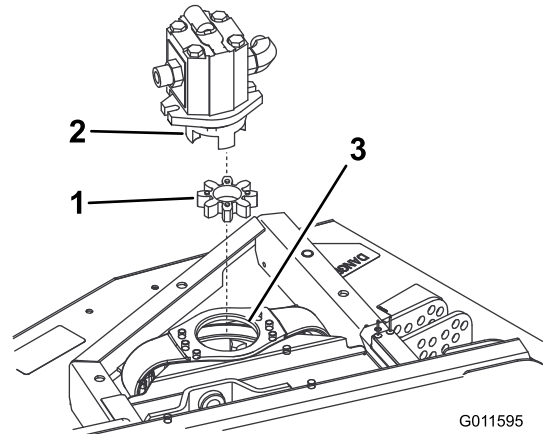

Bild 2
3. Entfernen Sie die dehbare Spinne von der Riemenscheibe der Kupplung. Prüfen Sie auf Abnutzung und tauschen sie aus, wenn abgenutzt. Bewahren Sie sie sonst für den Einbau am neuen Frontmäherwerk auf (Bild 2).
Hinweis: Prüfen Sie die drehkreuznabe auf Abnutzung und tauschen sie aus, wenn abgenutzt (Bild 2).